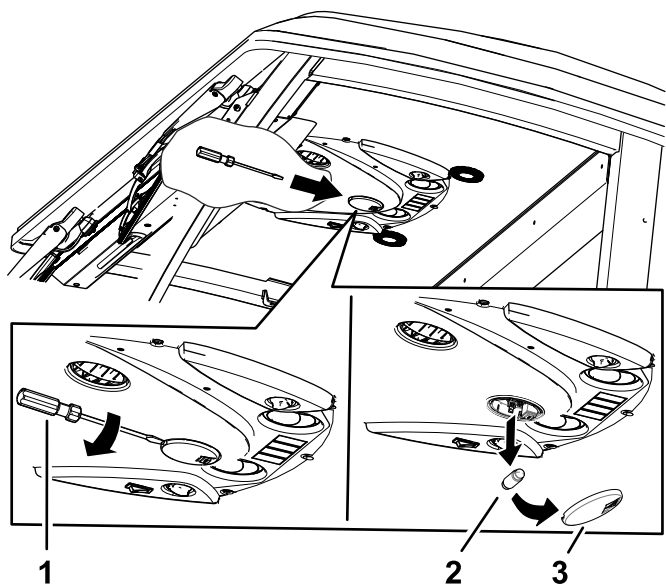

Figura 91
1. Utilice un destornillador para retirar la lente de la luz del panel de control. (Figura 91).
2. Retire la lámpara de la base (Figura 91).